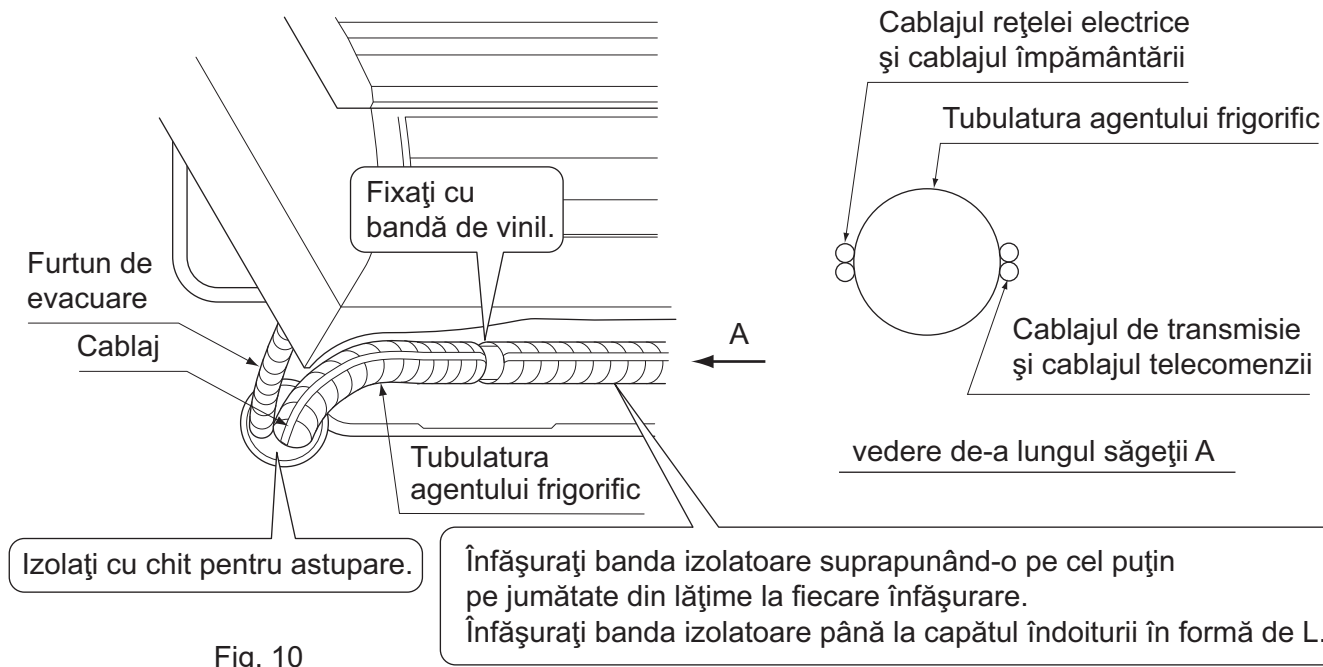

Fig. 10
(7) Treceți cablajul alimentării electrice, cablajul transmisiei, cablajul de împământare și cablajul telecomenzii prin ghidajul de cablare din spatele unității interioare și spre partea frontală.
(8) Racordați tubulatura. (Consultați "5.INSTALAREA TUBULATURII AGENTULUI FRIGORIFIC" și fig. 10)